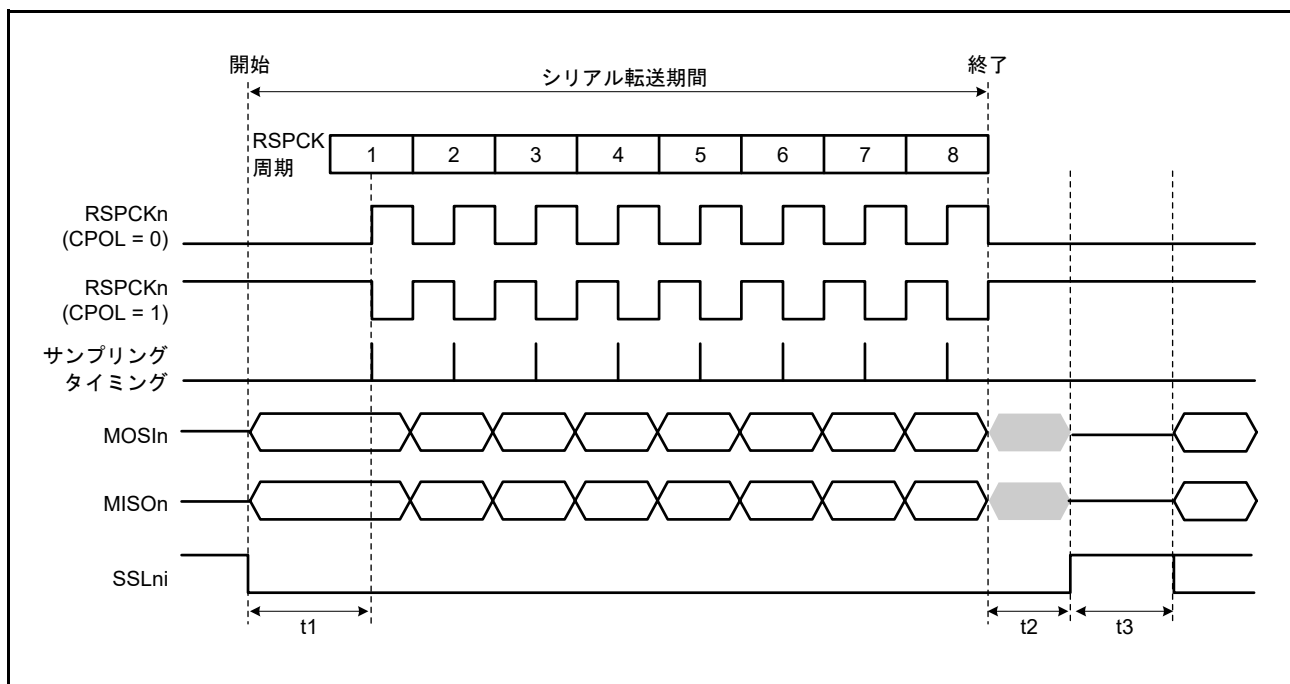
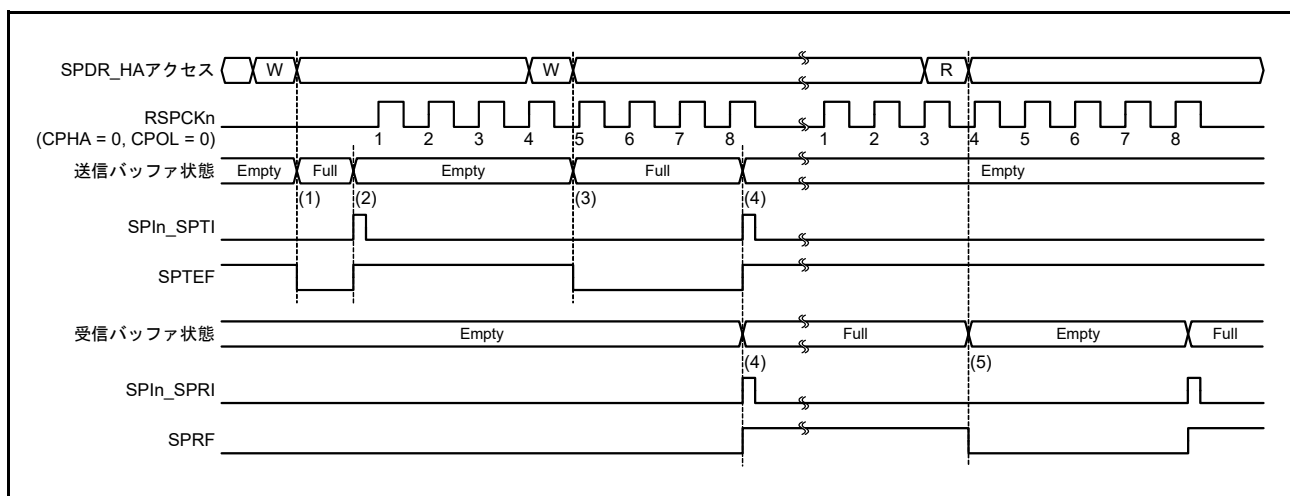
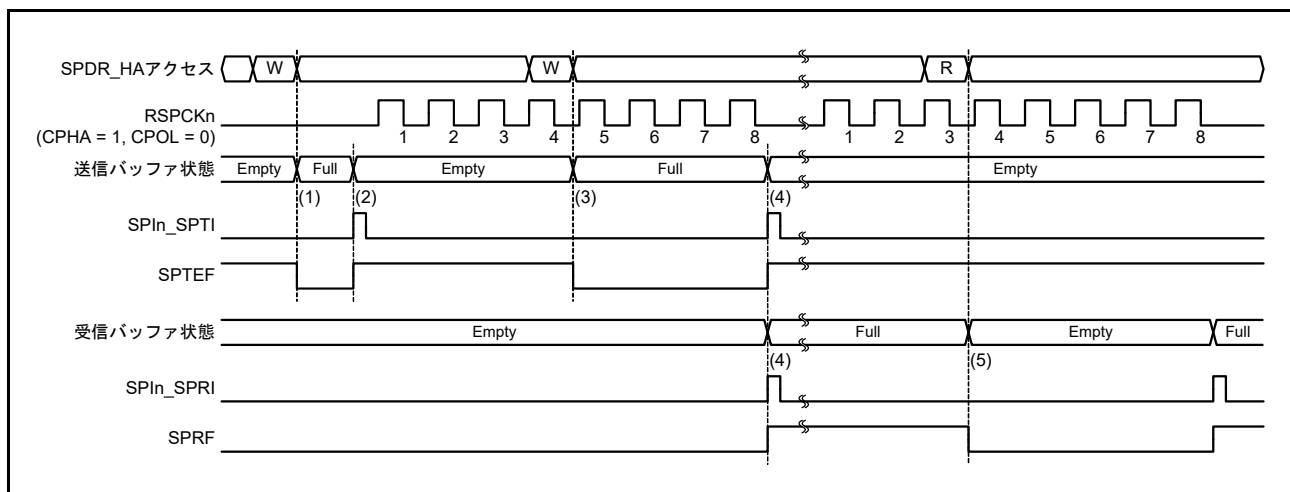

図 32.26 SPI 転送フォーマット (CPHA ビット = 0)
図 32.30 SPIn_SPTI、SPIn_SPRI 割り込みの動作例 (CPHA = 0、CPOL = 0)
図 32.31 SPIn_SPTI、SPIn_SPRI 割り込みの動作例 (CPHA = 1、CPOL = 0)
図 32.26 に SPCMDm.CPHA ビットが 0 の場合に、8 ビットのデータをシリアル転送した場合の転送フォーマット例を示します。SPI がスレーブモード (SPCR.MSTR=0) で、CPHA ビットが 0 の場合、クロック同期式動作 (SPCR.SPMS ビット=1) は行わないでください。図 32.26 において、RSPCKn (CPOL = 0) は SPCMDm.CPOL ビットが 0 の場合、RSPCKn (CPOL = 1) は SPCMDm.CPOL ビットが 1 の場合の RSPCKn 信号波形です。サンプリングタイミングは、SPI がシフトレジスタにシリアル転送データを取り込むタイミングを表します。各信号の入出力方向は、SPI の設定に依存します。詳細は、32.3.2 SPI 端子の制御を参照してください。
図 32.30 および図 32.31 に、送信バッファエンプティ割り込み (SPIn_SPTI) と受信バッファフル割り込み (SPIn_SPRI) の動作例を示します。これらの図に記載のレジスタアクセスは、SPDR_HA レジスタへのアクセス状況を示しています。“W”はライトサイクル、“R”はリードサイクルを示しています。図 32.26 では、SPI0 の場合は SPCR.TXMD ビットが 0、SPDCR.SPFC[1:0] ビットが 00b、SPCMDm.CPHA ビットが 0、SPCMDm.CPOL ビットが 0 の設定で、SPI1 の場合は SPCR.TXMD ビットが 0、SPCMD0.CPHA ビットが 0、SPCMD0.CPOL ビットが 0 の設定で、SPI が 8 ビットのシリアル転送を実行しています。
以下に、図 32.31 の (1) ~ (5) での SPI の動作内容を説明します。
- (1) SPDR_HA レジスタの送信バッファが空の (次転送のデータがセットされていない) 状態で、SPDR_HA レジスタに送信データを書き込むと、SPI は送信バッファにデータを書き込み、SPSR.SPTEF フラグを 0 にクリアします。
- (2) シフトレジスタが空の場合には、SPI は送信バッファのデータをシフトレジスタにコピーして送信バッファエンプティ割り込み要求 (SPIn_SPTI) を発生させ、SPSR.SPTEF フラグを 1 にします。なお、シリアル転送の開始方法は、SPI のモードに依存します。詳細は、32.3.10 SPI 動作および 32.3.11 クロック同期式動作を参照してください。
- (3) 送信バッファエンプティ割り込みルーチン、または SPTEF フラグによる送信バッファエンプティの処理で SPDR_HA レジスタに送信データを書き込むと、SPI は送信バッファにデータを書き込み、SPTEF フラグを 0 にクリアします。シフトレジスタにはシリアル転送中のデータが格納されているため、SPI は送信バッファのデータをシフトレジスタにコピーしません。
- (4) SPDR_HA レジスタの受信バッファが空の状態ではシリアル転送が終了すると、SPI はシフトレジスタの受信データを受信バッファにコピーし、受信バッファフル割り込み要求 (SPI_{IN}_SPRI) を発生させ、SPRF フラグを 1 にします。また、シリアル転送が終了するとシフトレジスタが空になるため、シリアル転送が終了する前に送信バッファがフルであった場合には、SPI が SPTEF フラグを 1 にし、送信バッファのデータをシフトレジスタにコピーします。なお、オーバーランエラー発生状態で、シフトレジスタから受信バッファへ受信データをコピーしなかった場合でも、シリアル転送が終了すると SPI はシフトレジスタが空であると判断し、送信バッファからシフトレジスタへのデータ転送が可能な状態になります。
- (5) 受信バッファフル割り込みルーチン、または SPRF フラグによる受信バッファフル割り込みの処理で SPDR_HA レジスタを読み出すと、受信データが読み出せます。